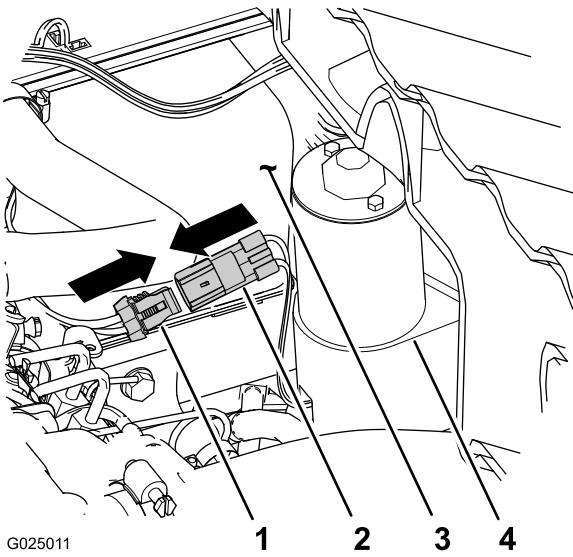

Figura 8
3. Collegate il connettore elettrico a 2 prese del cablaggio preassemblato posteriore della macchina al connettore a 2 poli dell'attuatore di sollevamento (Figura 8).